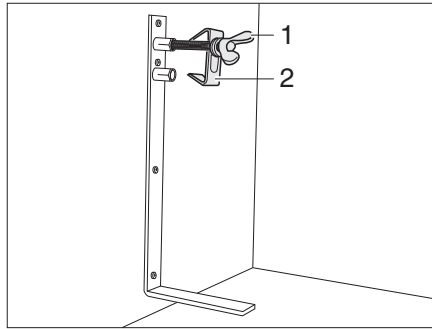

Fig. 162 Soporte para rueda de repuesto
- Soltar el tornillo (Fig. 162,1) y quitarlo junto con el centrado (Fig. 162,2).